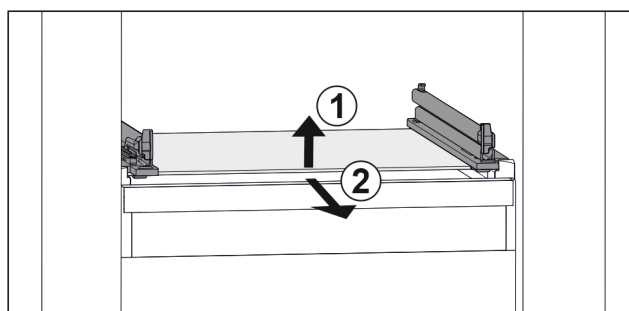

Fig. 123 Rappresentazione esemplificativa del ripiano in vetro
- ▶ Sollevare il ripiano in vetro dal davanti. Fig. 123 (1)
- ▶ Rimuovere il ripiano in vetro tirando in avanti. Fig. 123 (2)